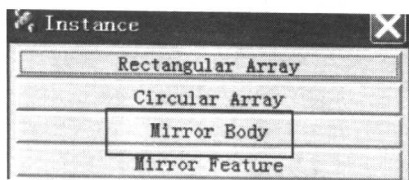

图 1-12 选择镜像实体
- 选择引用特征 (Instance Feature) 图标 , 选择镜像实体 (Mirror Body) 项, 见图 1-12。